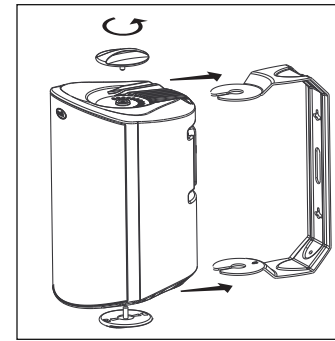

FIGURA 14: Gire os botões do suporte para remover o suporte.
12. Prenda a caixa acústica no suporte encaixando-a entre os braços do suporte. As superfícies moldadas em forma de rampa separarão um pouco o suporte e direcionarão as extremidades do suporte até as saliências roscadas. Um sistema de compressão mantém a caixa acústica no lugar e ajuda a ajustar com mais precisão sua direção. [figura 14].